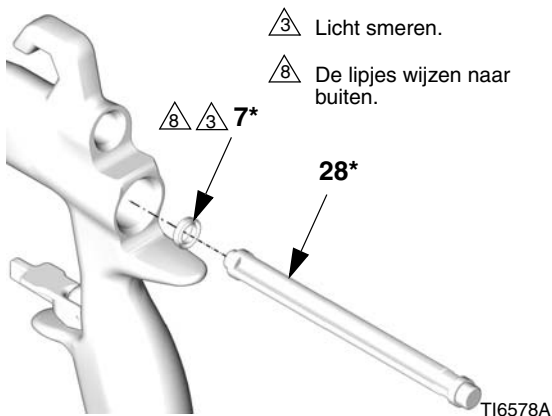

FIG. 41
3. Plaats de nieuwe U-beker (7*) op het installatiegereedschap voor dichtingen (28*) met de lipjes van de u-beker naar het gereedschap toe, zoals te zien is in FIG. 41. Druk de u-beker in de achterzijde van het pistool, tot er een duidelijke klik te voelen is.